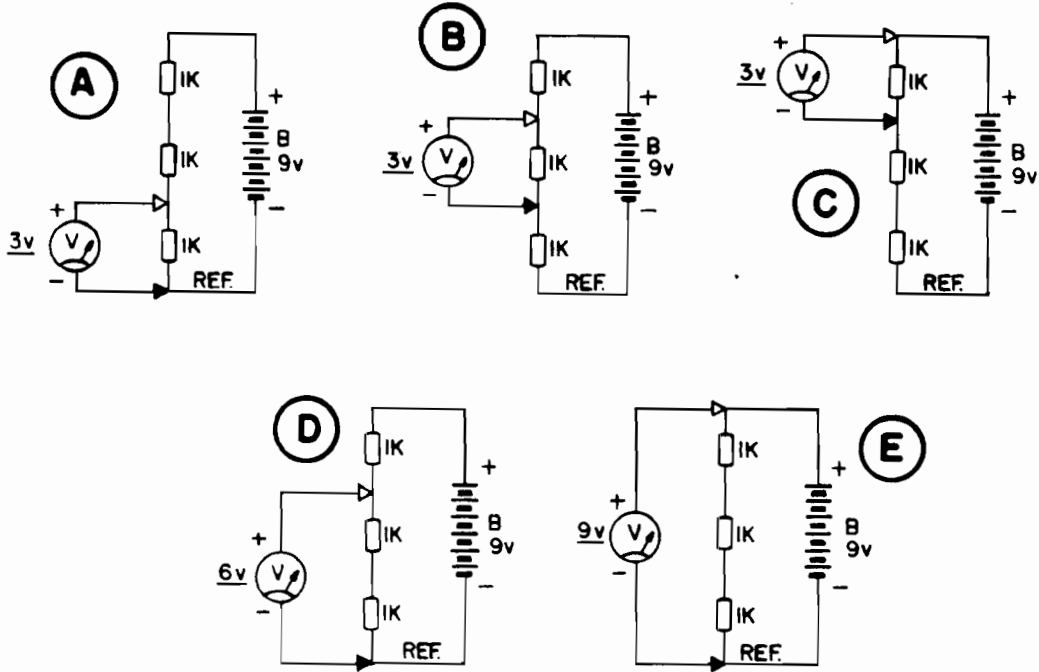

Fig. 9
- **FIG. 9 - OS "DEGRAUS" E AS DIFERENÇAS DE TENSÃO** - Porque a Tensão se "divide em degraus" e a sua medição consti-
tui uma mera “constatação de diferença de altura, entre tais degraus”, observem os interessantes fatos demonstrados nos diagramas da fig. 9, todos baseados na **mesma** estrutura já mostrada na fig. anterior... Nas três medições diagramadas em 9-A, 9-B e 9-C, o VOLTÍMETRO indicará “3V”! Isso ocorre simplesmente porque o VOLTÍMETRO está avaliando a “diferença de altura” entre os “degraus”... Como os três resistores da “pilha” têm igual valor ôhmico, os “degraus” de Tensão **também** se distribuem igualmente! Assim, entre os dois terminais de **cada** um dos três resistores, o VOLTÍMETRO sempre “verá” uma “diferença” de 3V! E não importa “onde”, na “escada”, esteja o resistor/“degrau”... É igualzinho Você ter uma escada **mesmo**, formada por 3 degraus de 30 cm. de altura cada... Embora a escada **toda** tenha 90 cm. de altura, **cada** um dos degraus, não importando se o primeiro, o “do meio” ou o último, medirá sempre 30 cm.! Confirmando esses conceitos elementares, se a medição for feita entre o referencial de “zero” (base da “escada” ou **negativo** da alimentação...) e o ponto indicado na fig. 9-D, o VOLTÍMETRO “verá” uma “diferença” de 6 vol-